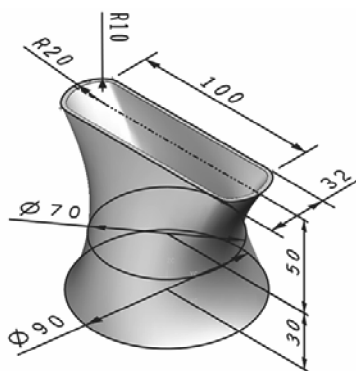

图 5-126 连接器模型
(2) 完成如图 5-126 所示的连接器曲面建模，要求形状保持对称性且表面光顺，抽壳壁厚为 2。